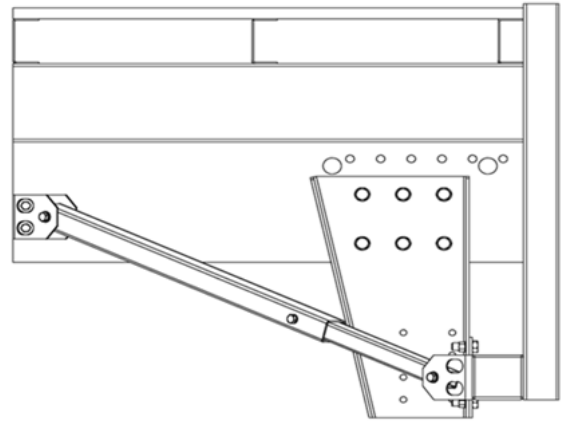

Abbildung 3
- Wählen Sie für die Konsolen eine geeignete Anbauposition aus. Lenkerarme mit den 4 mitgelieferten Schrauben M12 verschrauben. To fit the dropper to the chassis follow the sequence detailed in the section 'Fitting Drop arms When attaching the brace to the under run bar drill through the under run bar plates and brace end plate and secure with 4 off - M12 bolts provided (See Abbildung 3) You must ensure the bolt is positioned centrally through the brace end plate. (siehe Abbildung 2).